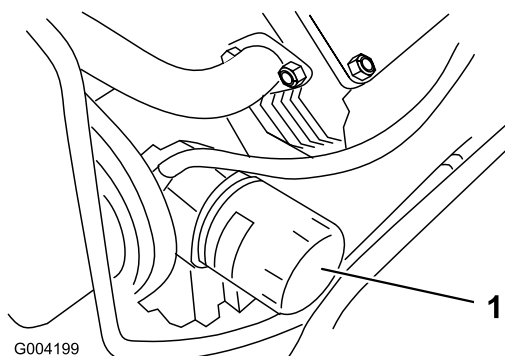

Figura 39
3. Retire el filtro usado (Figura 39) y limpie con un paño la superficie de la junta del adaptador del filtro.